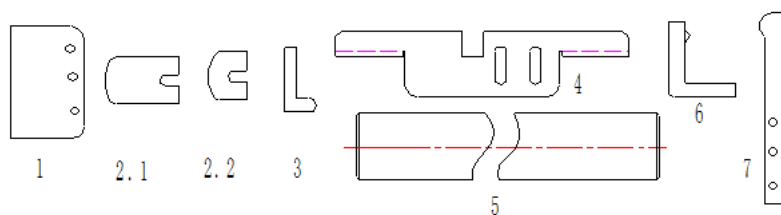

图 10 压力仪测量附件示意图
5.2、如果触指的压力较大，如测量折臂式隔离开关（GW16、GW22 系列），可以使用随机配备的加力管（见图 10，附件 5）。